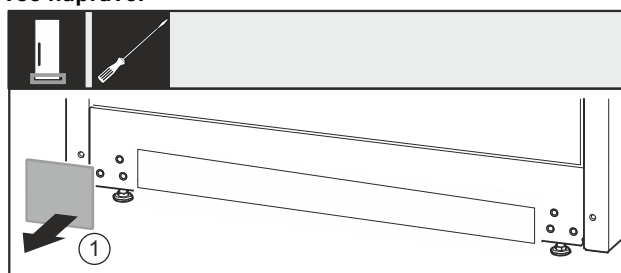

Fig. 36
- ▶ Snemite pokrov Fig. 36 (1).